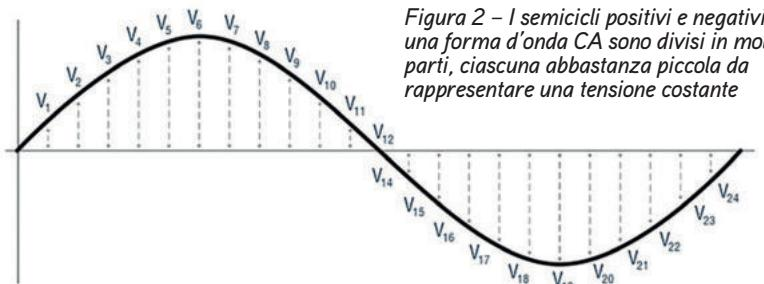

Figura 2 – I semicicli positivi e negativi di una forma d'onda CA sono divisi in molte parti, ciascuna abbastanza piccola da rappresentare una tensione costante
- Dividere un ciclo (cioè un mezzo ciclo positivo e un mezzo ciclo negativo) della forma d'onda CA in molte parti, ciascuna abbastanza piccola da rappresentare una tensione costante durante il periodo di tempo. Vedere Figura 2.